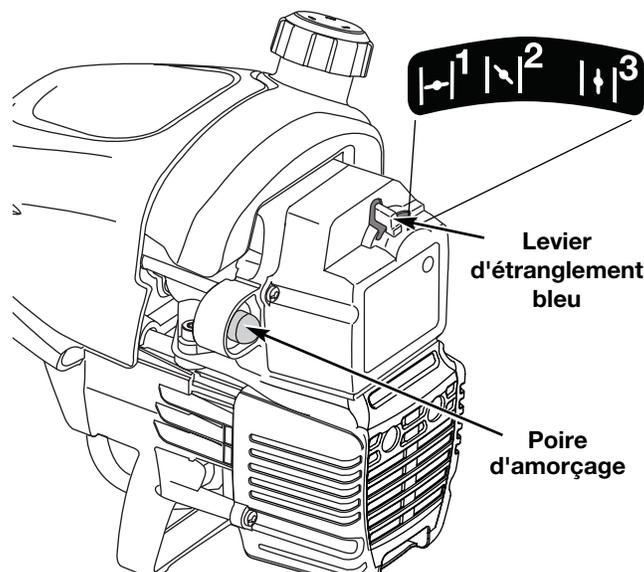

Fig. 7
**REMARQUE :** Il n'est pas nécessaire de faire démarrer la machine. La commande On/Off (Arrêt/Marche) est en position ON (I) en permanence.
2. Pressez et relâchez la poire d'amorçage à 10 reprises, lentement. Une certaine quantité d'essence **devrait être visible dans la poire d'amorçage** et les conduites d'essence (Fig. 7). Si vous n'apercevez pas d'essence dans la poire, pressez et relâchez la poire autant de fois qu'il le faut pour y voir de l'essence.
3. Placez le levier d'étranglement bleu en **position 1** (Fig. 7).
5. Placez le levier d'étranglement bleu en **position 2** (Fig. 7).
8. Une fois que le moteur est chauffé, placez le levier bleu d'étranglement en **position 3** (Fig. 7). La machine est prête à être utilisée.
**Si...** le moteur hésite, remettez le levier en **position 2** (Fig. 7) et continuez à le chauffer.